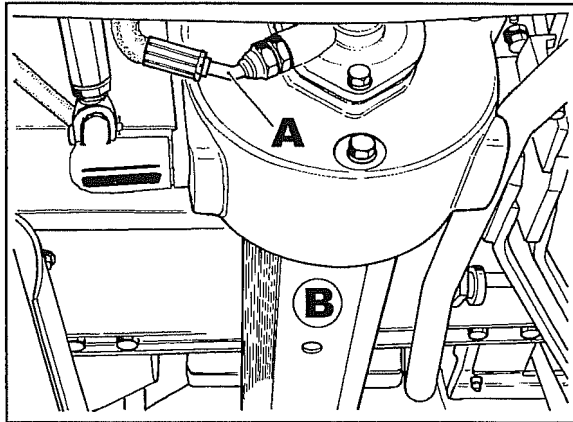
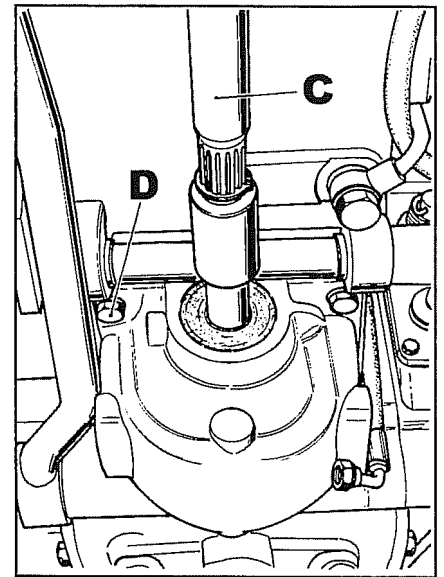

Abb. 1
Abb. 2
- 2 Die Öldruckleitung **A** Abb. 1 abtrennen, den Schutz **B** entfernen und die Antriebswelle **C** Abb. 2 abtrennen.
- 4 Mit den 4 Schrauben **D** Abb. 2 das Allradantriebsgehäuse entfernen.